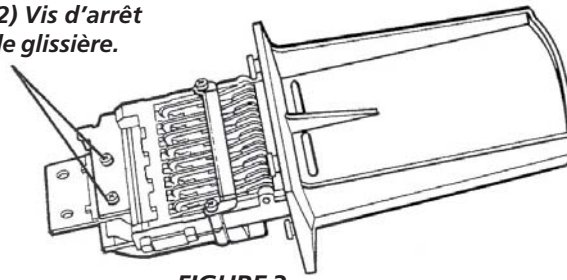

FIGURE 3
- Démontez l'arrêt de glissière à monnaie en démontant les deux vis au bas de la chute (voir Figure 3).
(2) Vis d'arrêt de glissière.
5. Tournez l'assemblage de l'arbre et de la came dans le sens des aiguilles d'une montre jusqu'à ce que le bras de levier de l'interrupteur soit sur le dessus de la languette afin de s'assurer que les interrupteurs des deux mécanismes sont ouverts (Fig. 3).